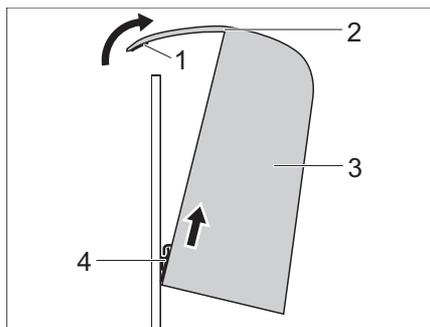

Fig. 66 Retirer le coussin de dossier
- Incliner le coussin de dossier (Fig. 66,3) vers l'avant et enlever la bande adhésive scratch (Fig. 66,4).
- Maintenir le coussin de dossier (Fig. 66,3) en position inclinée et accrocher la bande adhésive scratch (Fig. 66,4) en bas.
- Rabattre le rabat en tissu (Fig. 66,2) vers l'arrière et appuyer fermement (Fig. 66,1) sur la fermeture velcro.